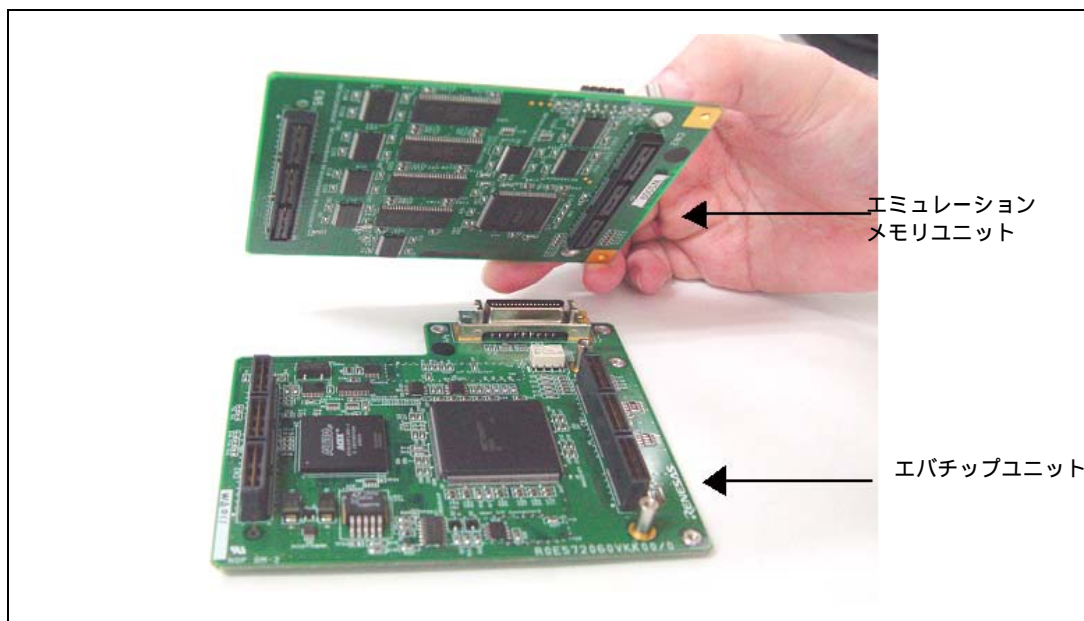

図 2.6 エミュレーションメモリユニットとエバチップユニットの接続方法
- エミュレーションメモリユニットとエバチップユニットを組み合わせるご使用になる場合には、図 2.6 のようにエミュレーションメモリユニットとエバチップユニットを接続してください。